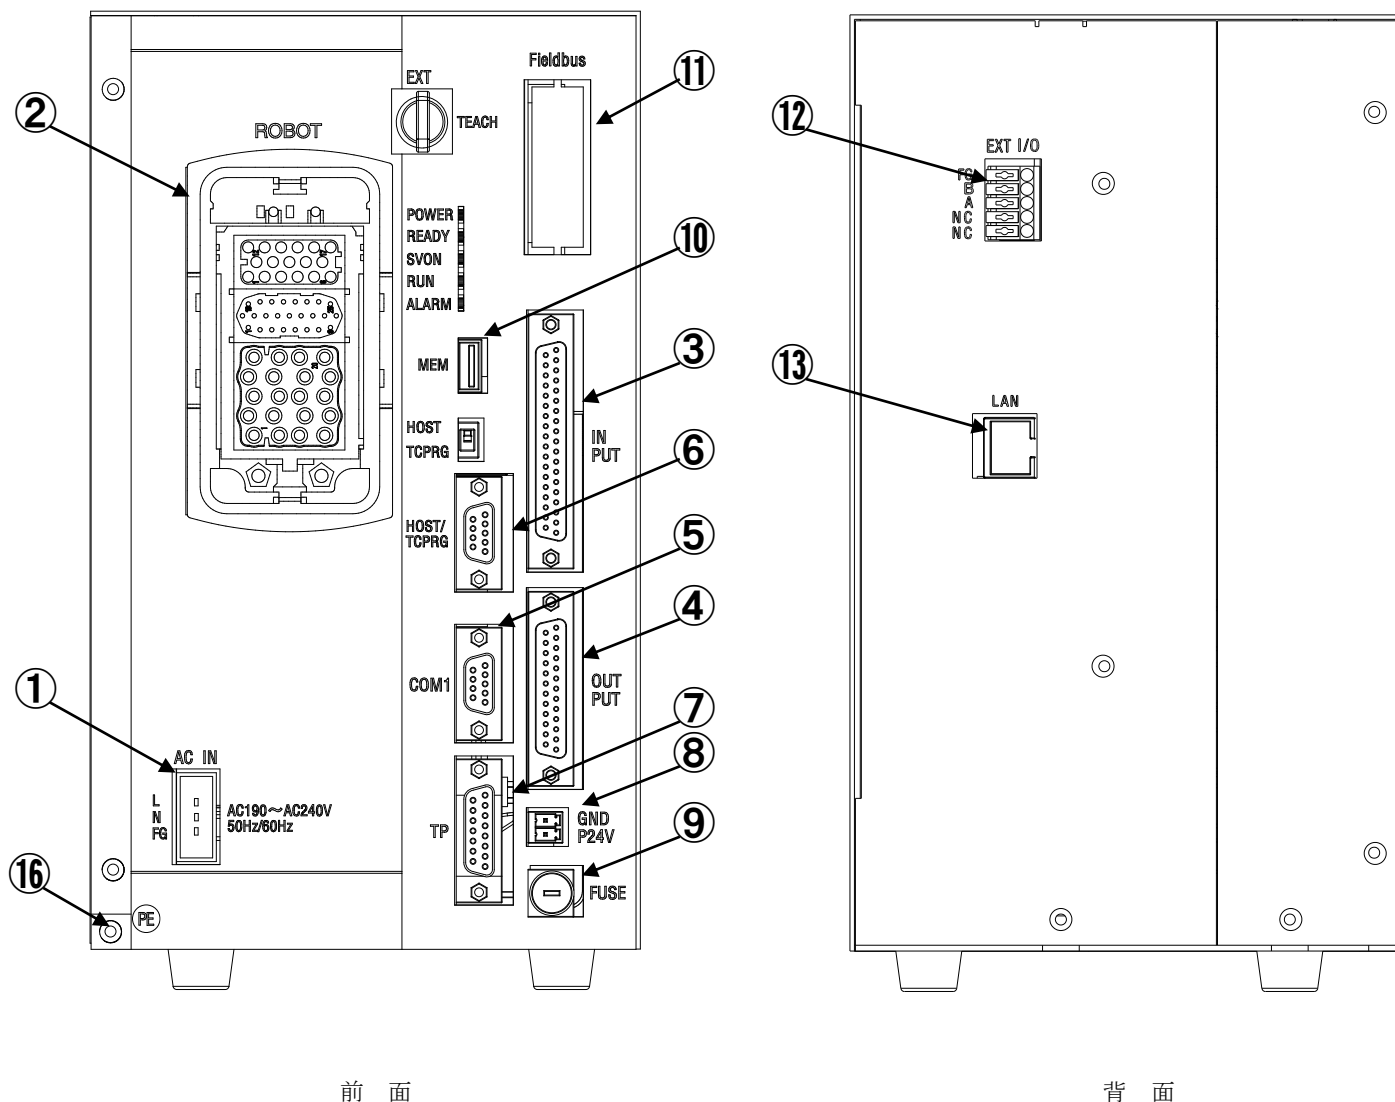

図 1-1 コネクタの配置と名称
1.2 電源線“AC IN” 図 1.1/図 1.2-① (コネクタ付属)
1.3 モータ、エンコーダ、ハンド I/O 線“ROBOT” 図 1.1/図 1.2-②,⑬,⑭
1.4.1 外部入力信号線 “INPUT” 図 1.1/図 1.2-③ (ダミーコネクタ付属)
1.4.2 外部出力信号線 “OUTPUT” 図 1.1/図 1.2-④ (コネクタ付属)
1.5.1 シリアル入出力信号 “COM1” 図 1.1/図 1.2-⑤
1.5.2 シリアル入出力信号 “HOST/TCPRG” 図 1.1/図 1.2-⑥
1.6 TP 線 “TP” 図 1.1/図 1.2-⑦ (ダミープラグ付属)
1.7 FUSE 線 “FUSE” 図 1.1/図 1.2-⑨
1.8 I/O 用 P 24V 供給線 図 1.1/図 1.2-⑧
1.9 MEM線 “MEM” 図 1.1/図 1.2-⑩
1.10 F i e l d b u s 線 “F i e l d b u s” 図 1.1/図 1.2-⑪ (オプション)
1.11 E X T - I / O 線 “E X T I / O” 図 1.1/図 1.2-⑫ (コネクタ付属)
1.12 L A N 線 “L A N” 図 1.1/図 1.2-⑬
1.14 P E 接続線 “P E” 図 1.1/図 1.2-⑯ (M4 ネジ付属)